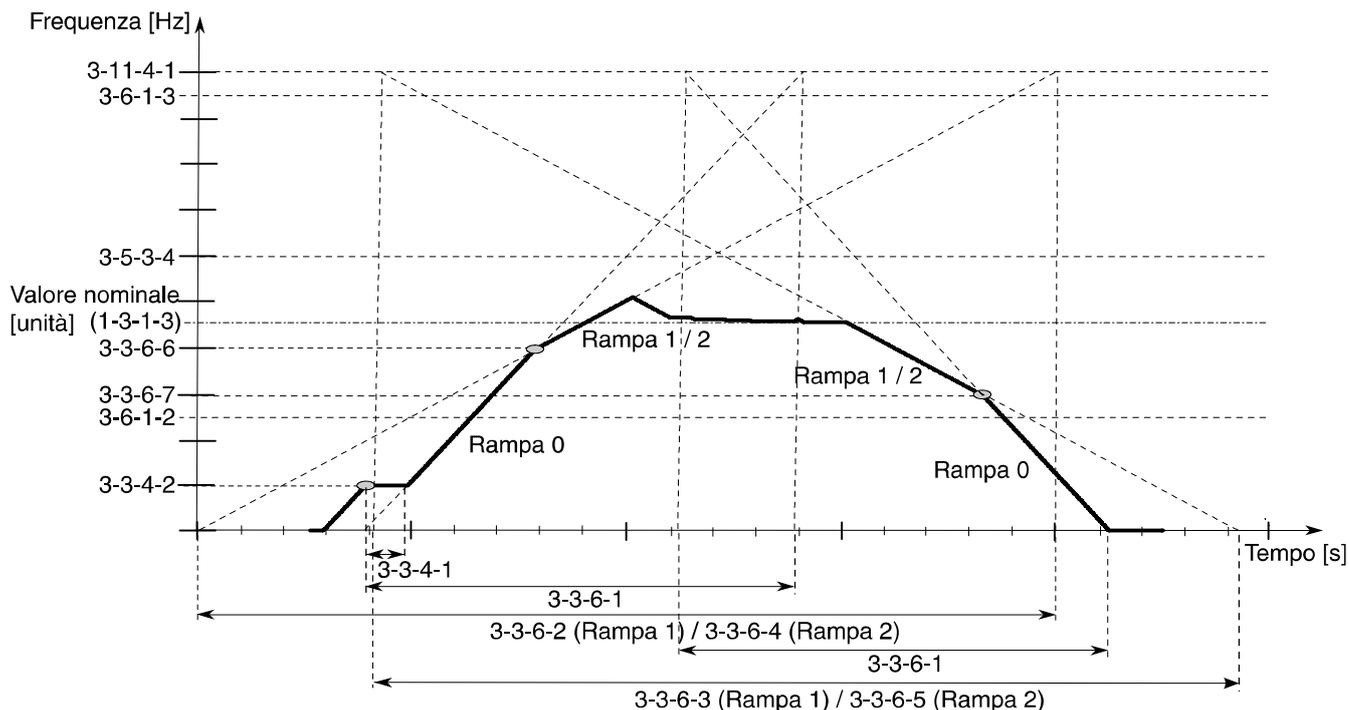

Fig. 38: Rampa di accelerazione e di decelerazione
**Attenzione** I processi di accelerazione e decelerazione si svolgono tramite rampe, ognuna composta da due sezioni (Fig. 38). L'incremento di una sezione della rampa dipende da un intervallo di tempo (dal parametro 3-3-6-1 al parametro 3-3-6-5) e da una variazione di frequenza. La variazione di frequenza equivale alla massima frequenza di uscita (3-11-4-1). Per il processo di accelerazione, il passaggio dalla rampa 0 alla rampa 1 avviene una volta raggiunta la frequenza equivalente al parametro 3-3-6-6. Per il processo di decelerazione, il passaggio dalla rampa 1 alla rampa 0 avviene una volta raggiunta la frequenza equivalente al parametro 3-3-6-7.